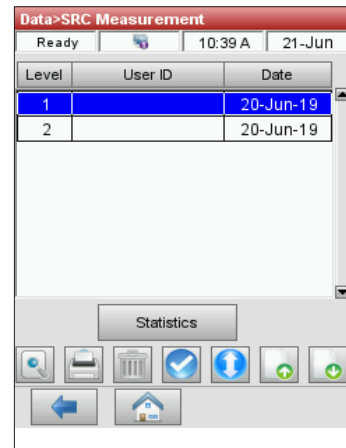

Abbildung 8. SRC-Messung
3. Wählen Sie auf dem Bildschirm Daten>SRC-Messung (Abbildung 8) den Lauf (auf der linken Seite), den Sie überprüfen möchten.
4. Tippen Sie auf die entsprechende Schaltfläche auf der rechten Seite (Abbildung 8):